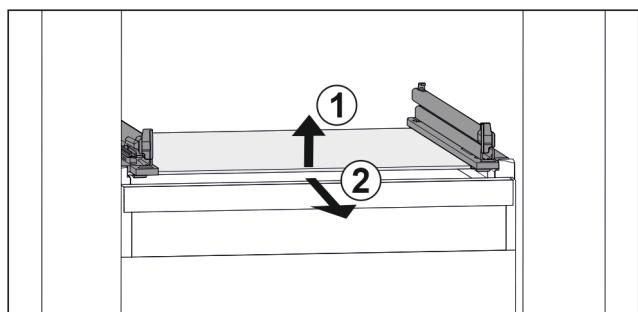

Fig. 76 Примерно изображение на стъклената плоча
- Повдигнете стъклената плоча отпред. Fig. 76 (1)
- Извадете стъклената плоча напред. Fig. 76 (2)